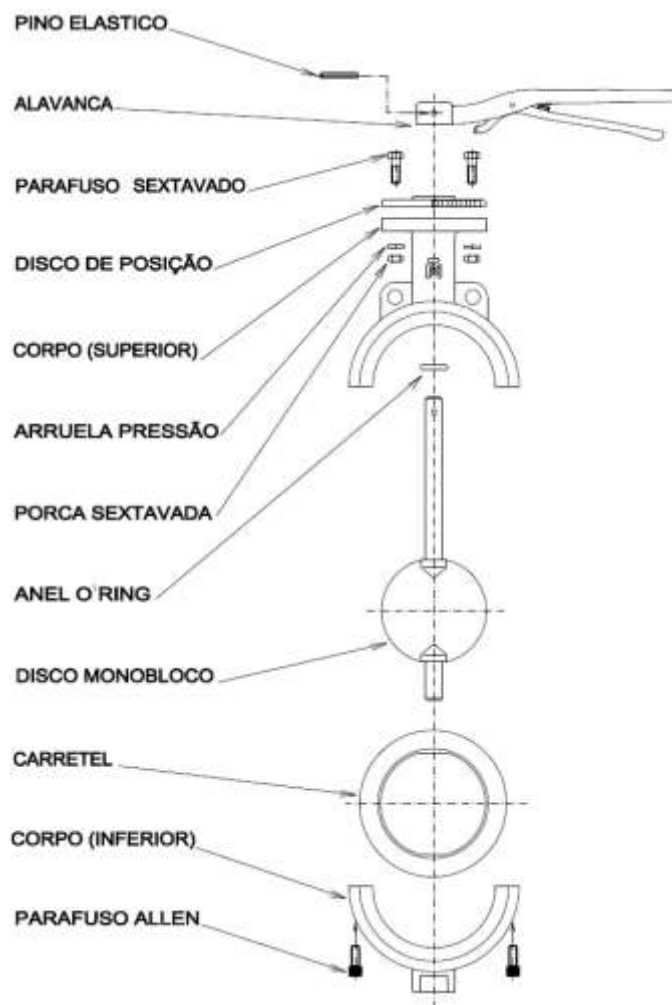

Figura 4
A. Segue na figura 4 a vista dos componentes da válvula borboleta.